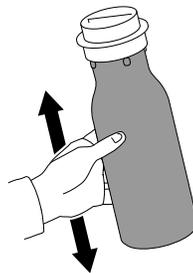

Abbildung 2-48 Tonerflasche schütteln
4. Durch das Schütteln der Tonerflasche wird der Toner gelöst, der sich während der Transports an den Flaschenwänden festgesetzt hat. Siehe Abbildung 2-48.